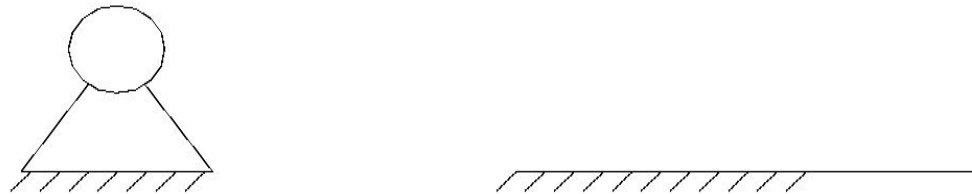

Рис. 1.1. Стойка
**Стойка** – неподвижное звено механизма или условно принимаемое за неподвижное (рис. 1.1). Например, стойкой является станина станка, корпус транспортной машины. Хотя в последнем случае, это понятие условно, поскольку сама стойка движется. Следует отметить, что в механизмах может быть только одна стойка, а прочих звеньев - любое количество.